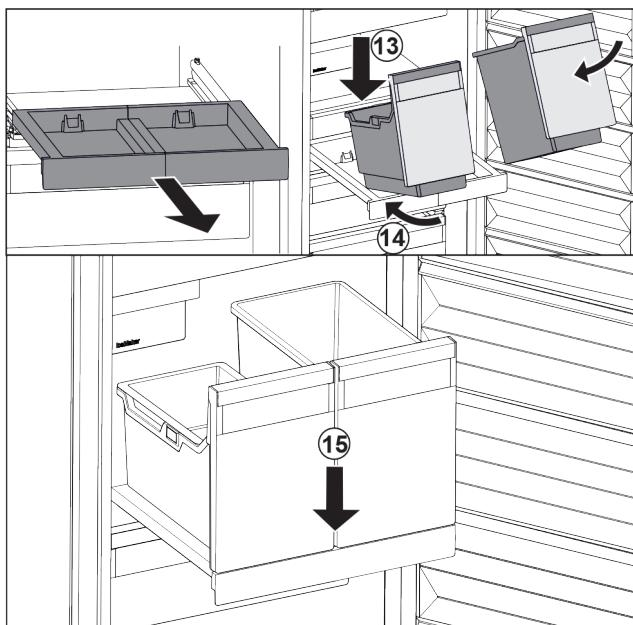

Fig. 28
- Nasadte nádobu šikmo na vysouvací desku. Fig. 28 (13)
- Zasuňte nádobu šikmo dozadu. Fig. 28 (14)
- Usadte vpředu nádobu. Fig. 28 (15)